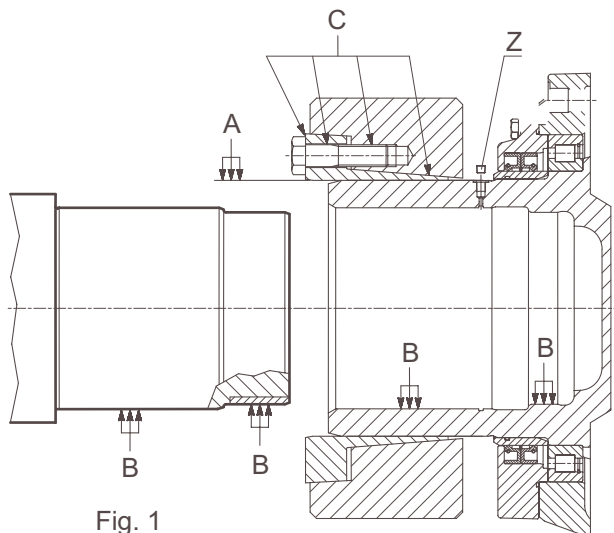

Fig. 1
- Lubricar el asiento del empalme (fig.1, A).
- Antes de reponer el empalme hay que desmontarlo y engrasar las zonas "C" (fig. 1).
- Quitar el tapón "Z" (fig. 1) por el que se purga el aire durante la fase de montaje del eje.
- Montar el empalme en el reductor sin apretar los tornillos y dejando libre el tapón "Z" (fig. 1).